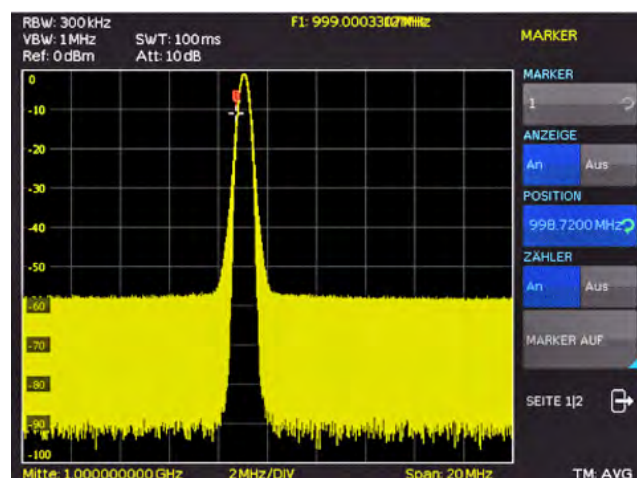

Abb. 6.13: Frequenzmarker
Bis zu 8 verschiedene Marker sind über das MARKER Menü auswählbar, die mit Hilfe des Drehgebers ausgewählt und dem Softmenüpunkt ANZEIGE aktiviert werden können (AN). Dementsprechend kann mit der Softmenütaste POSITION die Frequenzposition auf der Kurve gewählt werden. Die Marker werden aus den Bildschirmwerten (Pixeln) ermittelt. Ist z.B. Marker 1 aktiviert, so kann für diesen Marker ein Frequenzzähler mit dem Softmenüpunkt ZÄHLER aktiviert werden. Für diesen entsprechenden Marker wird nun der Frequenzwert am oberen Bildschirmrand mit „F“ angezeigt (siehe Abb. 6.13).